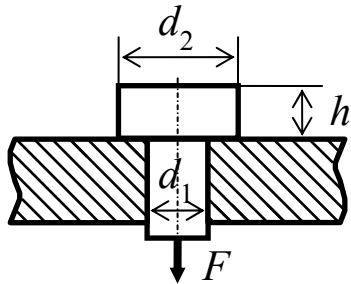

Рис. 2
Болтовое соединение (см. рис. 2) нагружено силой $F = 3000$ Н, действующей вдоль продольной оси соединения.
1. Расчетная схема болтового соединения показана на рис. 2.